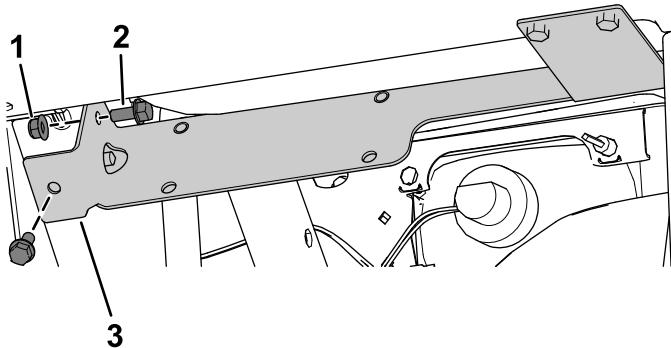

Figura 27
- D. Fije el lado izquierdo del soporte del calentador con los 2 pernos con arandela prensada ($5/16" \times 3/4"$) y 2 tuercas con arandela prensada ($5/16"$), tal y como se muestra en la Figura 27.